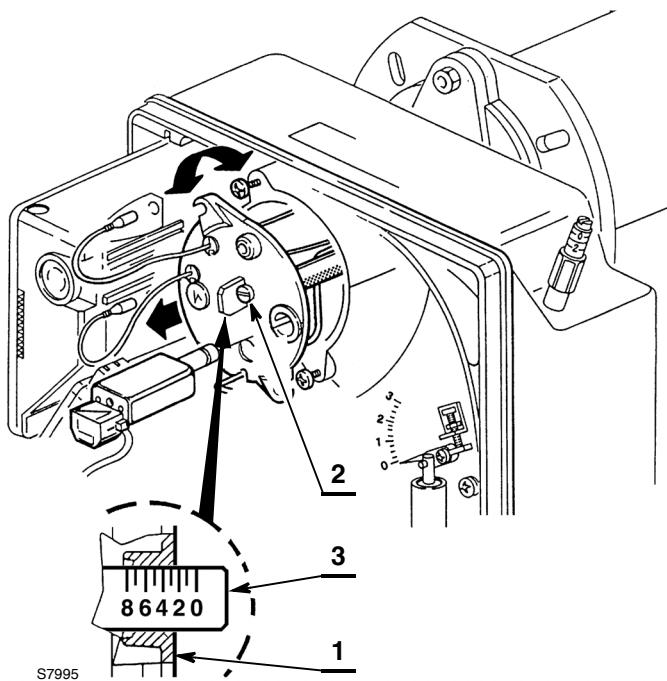

Fig. 19
- Girar en sentido horario o antihorario el tornillo de regulación 2) (Fig. 19) hasta que la muesca de la brida de regulación 3) coincida con el plano exterior del conjunto portaboquilla 1).